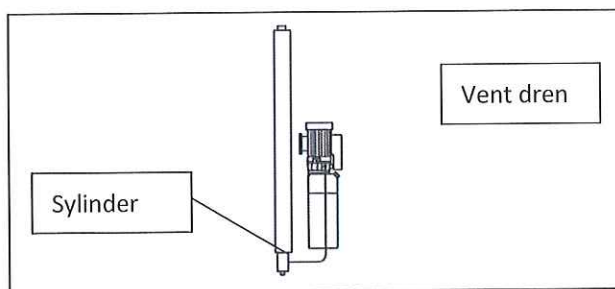

Fig 25
- • 9.3.2.6.. Etter utskifting er det nødvendig å etterfylle olje , samt å ventilere luft ut av sylindren. Heve løftestolen opp til 600mm høyde; åpne dreneringsventilen på toppen av søylen 2 omdreininger (Se Fig. 25). Skru igjen når det kommer olje ut. (ML4034W/ML6051W er selv-ventilerende og lufting er unødvendig)